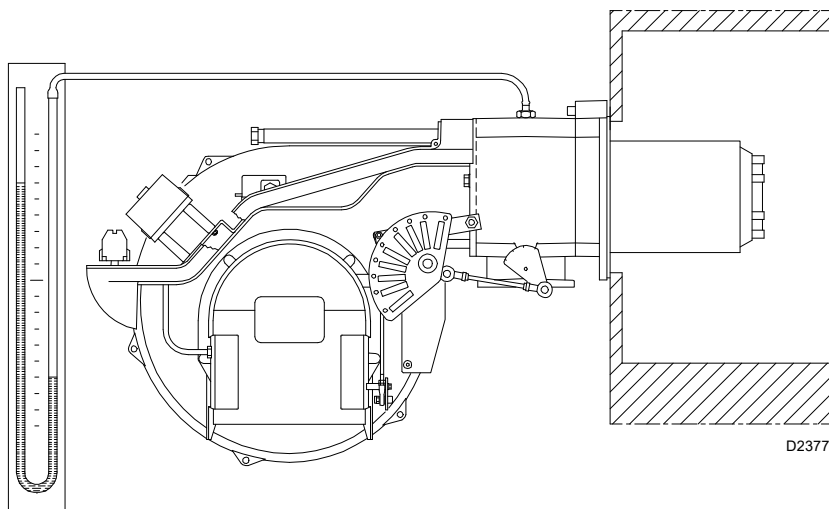

Fig. 25
- Udluft gasrampens rør ved at tilslutte en plastikslange til trykudtaget 1)(Fig. 25) på trykregulator til minimumsgas. Bring udluftningsslangen uden for bygningen, indtil du kan lugte gas.
- Monter en U-formet trykmåler (Fig. 25) på trykudtaget til gas på muffen. Dette bruges til at bestemme brænderens MAX-effekt omtrentligt ved hjælp af Tab. J på side 22.
Gasforsyningen til muffen er angivet af den U-formede trykmåler (Fig. 25 på side 26).